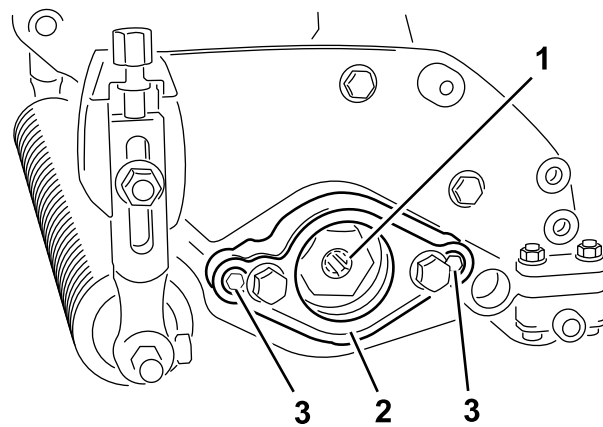

Рисунок 4
4. Снимите монтажную опору двигателя (Рисунок 4).
5. Нанесите консистентную смазку по внутреннему диаметру шлицевого соединения (Рисунок 4).